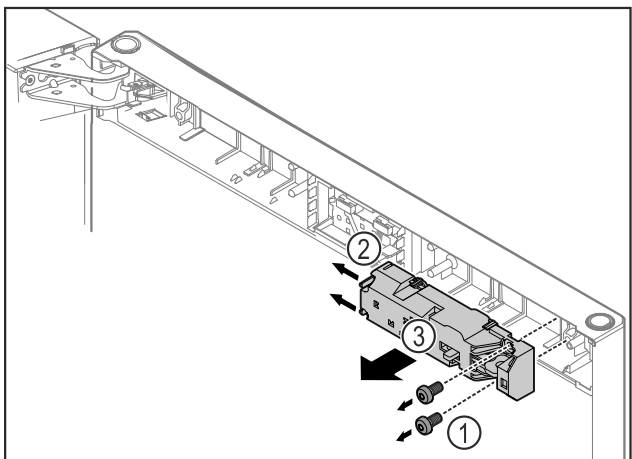

Fig. 12
- ▶ Schroeven Fig. 12 (1) verwijderen.
- ▶ Vergrendelingsipjes Fig. 12 (2) opzij duwen en de vergrendeling op afstand Fig. 12 (3) wegnemen.